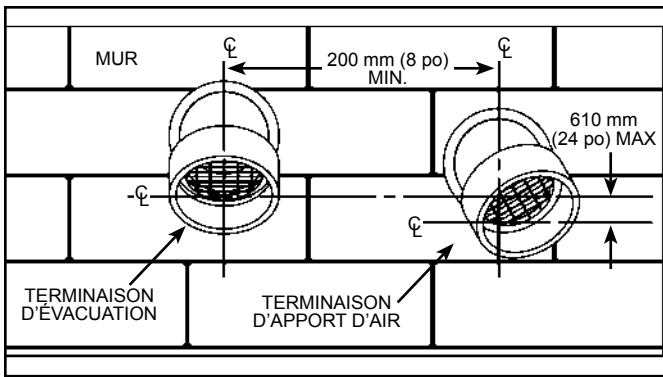

Figure 21
**Important:** veuillez suivre les directives qui suivent pour l'installation des terminaisons de ventilation à travers un mur (voir Figure 21).
4. Afin d'éviter la recirculation des gaz d'évacuation, la terminaison d'apport d'air doit pointer dans une direction différente de celle de la terminaison d'évacuation (voir Figure 21).